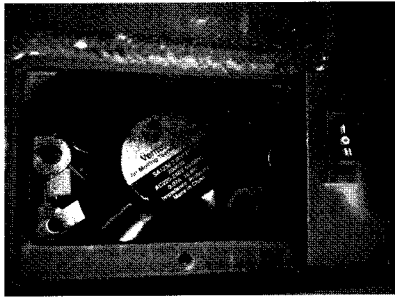
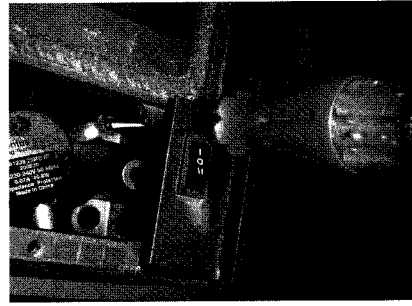

fig.1
fig.2
- 5) **CAS 1 :** pour dévisser les ventilateurs, il vous faudra dévisser deux vis retenant la pièce en tôle fixant le ventilateur sur l'insert (fig.1). Il se peut que vous rencontriez un problème pour dévisser la vis supérieure droite du ventilateur droit. Celle-ci peut n'être accessible que par un tournevis long et fin, en prenant soin d'ôter la vis à tête fraisée située à l'aplomb de celle à enlever (fig.2).